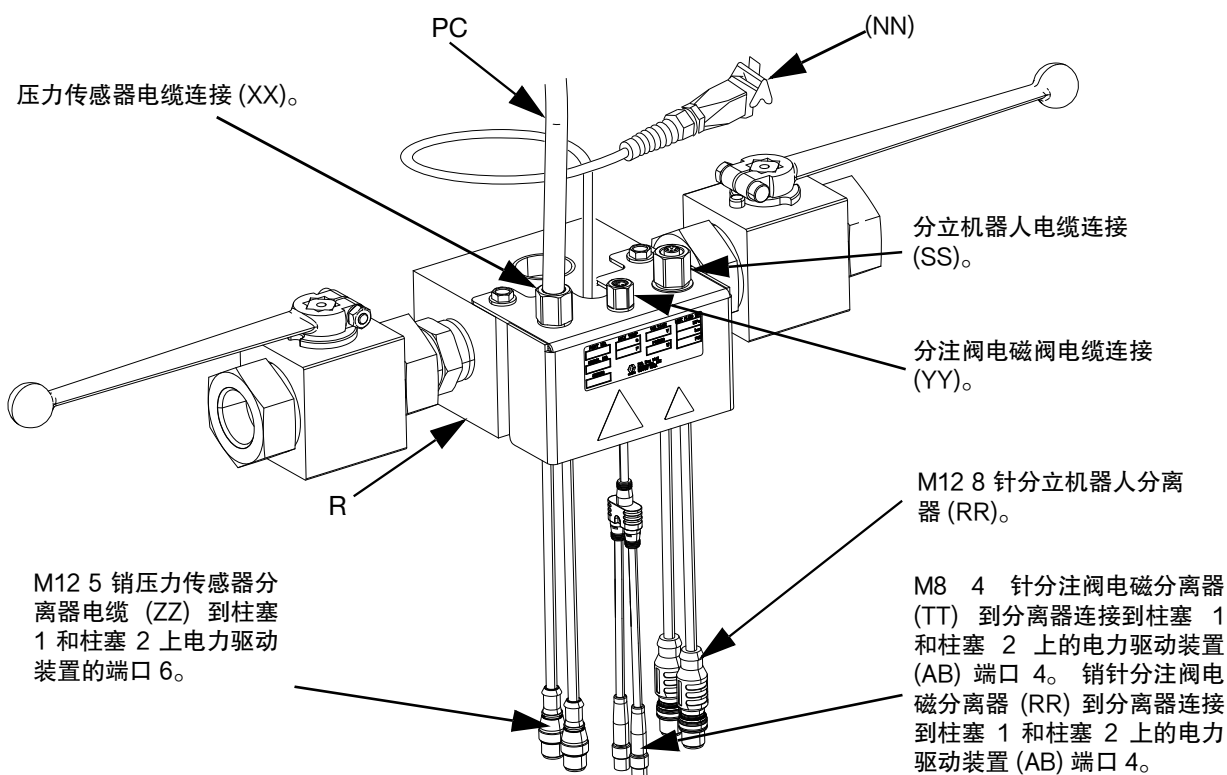

图 29
1. 如果使用单 iQ 柱塞供料系统，则将压力传感器电缆 (PC) 从分注阀 (B) 连接到电动驱动器 (AB) 的端口 6。有关单柱塞系统详细信息，请参见电动驱动器通讯接头通信，第 18 页。
- a. 将压力传感器电缆 (PC) 从分注阀 (B) 连接到串联截止阀压力传感器分离器。参见图 29。
- b. 将串联模块 (R) 上的 M12 5 针压力传感器分离器电缆 (ZZ) 的一个外螺纹端连接到柱塞 1 上电动驱动器 (AB) 的端口 6 上。第二个外螺纹端连接到柱塞 2 上的端口 6。有关串联柱塞系统详细信息，请参见串联式柱塞，第 19 页。